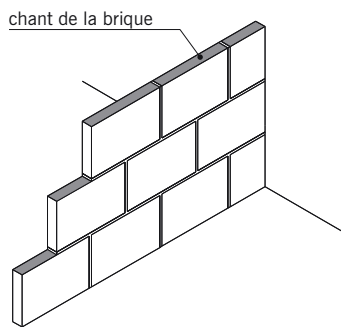

fig. 8.9
■ Le **galandage** : type de cloison réalisée avec de briques posées sur chant (fig. 8.9).